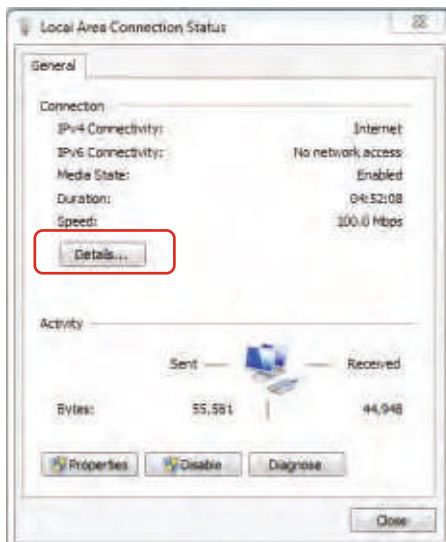

Fig. 6.2
- (1) Premere "Start" -> "Routine"->"Attachment"-> "Communication"->"Network"; doppio click "local connection" e selezionare "Local Area Connection Status" (vedere Fig. 6.2)